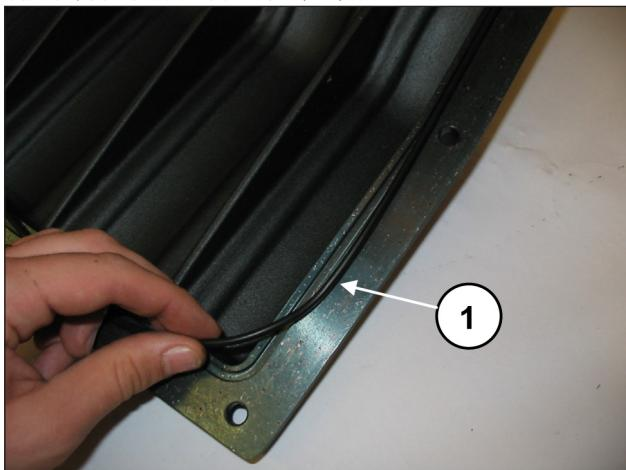
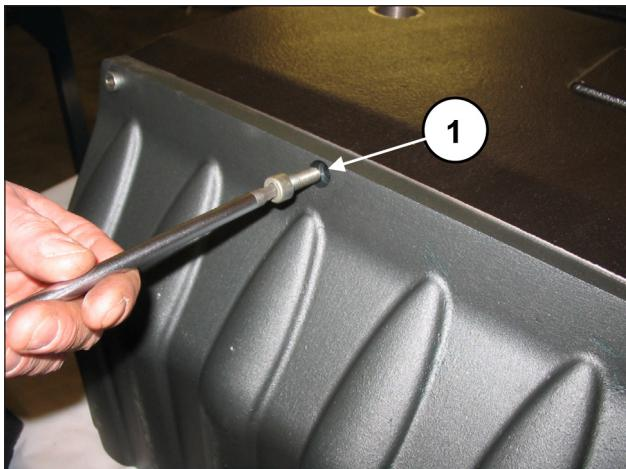

图 91
图 92
将O形圈插入后盖(①, 图 91)并通过10个M8x20螺丝固定到曲轴箱(①, 图 92)。